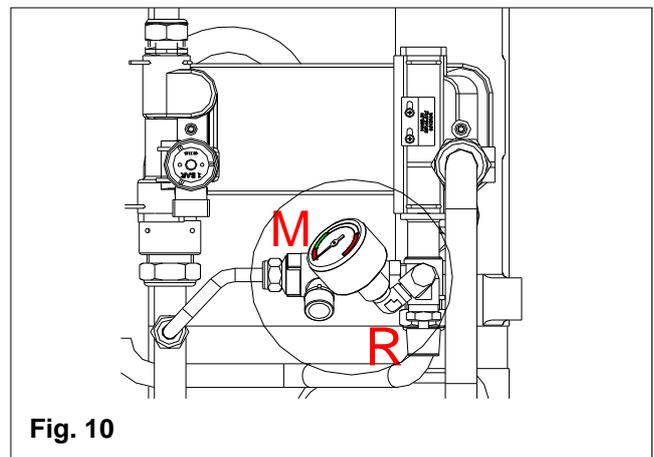
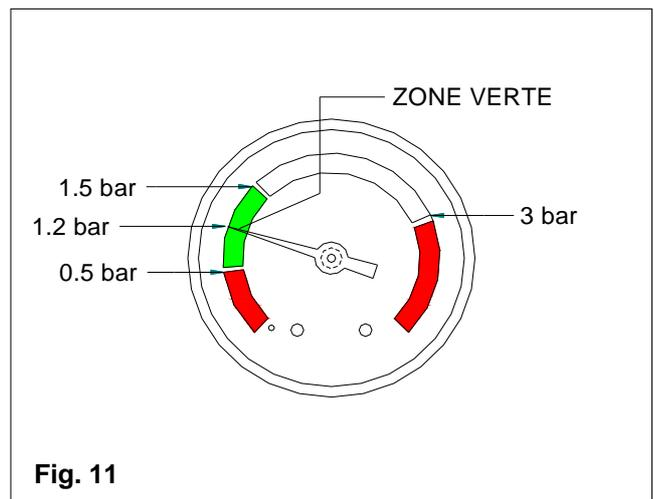

Fig. 10
Fig. 11
- ouvrir le robinet de remplissage R (fig. 10) et contrôler, au moyen du manomètre M (fig. 10), que la pression du circuit arrive à la moitié de la zone verte correspondant à 1,2 bars (fig. 11).
- **Au terme de cette opération, s'assurer que le robinet de remplissage R (fig. 10) est bien fermé.**
- Si au terme de ces opérations, on détecte une baisse de la pression de l'eau dans le circuit, ouvrir de nouveau le robinet de remplissage R jusqu'à ce que la pression indique 1,2 bars au niveau du manomètre (fig. 11).